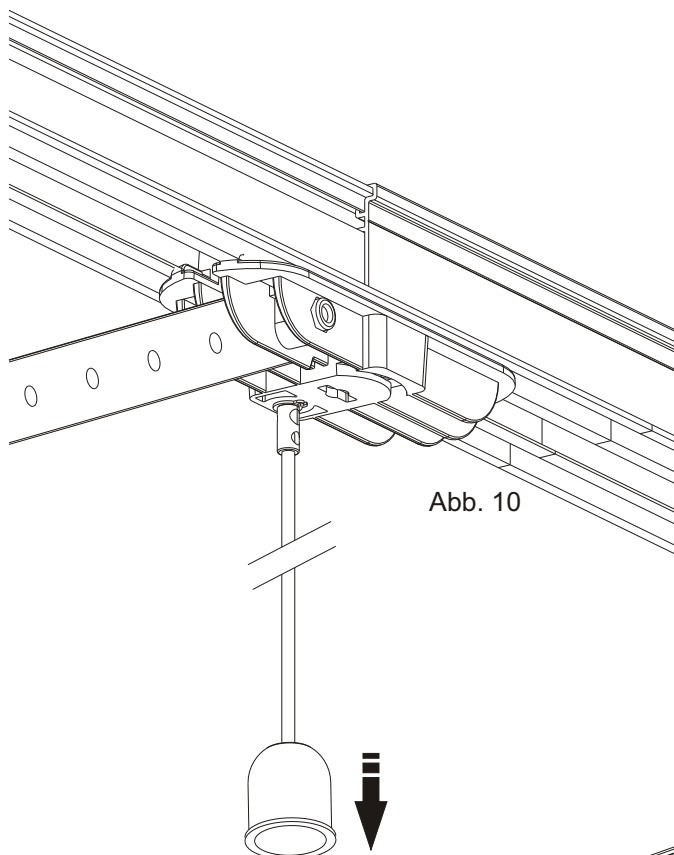

Abb. 10
- Den Entriegelungsknauf ziehen und die Tür manuell öffnen (Abb. 10).